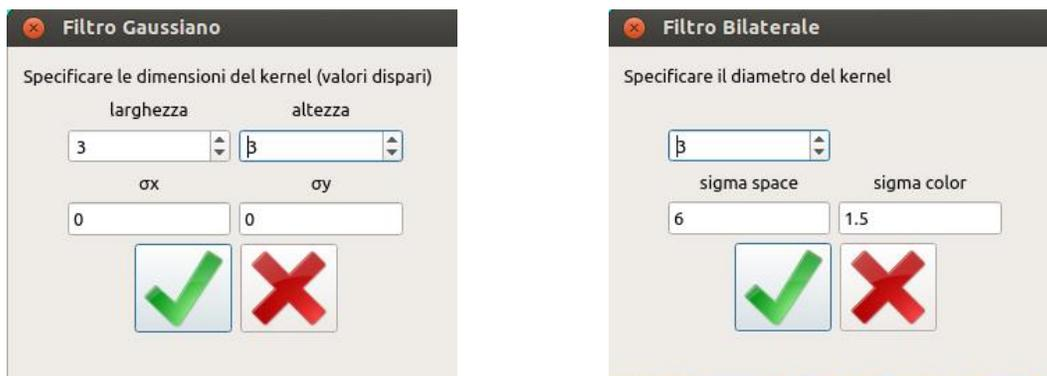

Figura 3.8: finestre pop up per la specifica dei parametri di prefiltraggio, nel caso del filtro gaussiano e del filtro bilaterale.
- Spin box di prefiltraggio: Poiché i perimetri del filtro, come detto, in questo approccio dipendono dal valore della FFT, l’utente può decidere se applicare un prefiltraggio di smoothing. Di default non viene applicato nessun filtraggio, in alternativa è possibile scegliere tra due diversi tipi di filtro (Gaussiano e Bilaterale); a seconda dell’opzione compiuta, si aprirà una finestra che permetterà di settare i parametri del filtro corrispondente (figura 3.8).